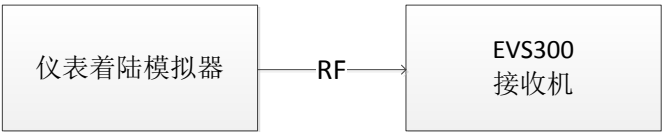

图7.2 航向面模拟范围测试
- 1) 按图7.2连接测试设备，航向信标信号输出接到EVS300接收机的信号输入。
1) 按图7.2连接测试设备，下滑信标信号输出接到EVS300接收机的信号输入。